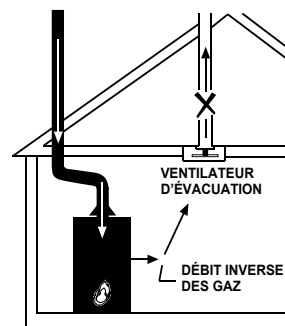

FIGURE 1C.
- Ne pas placer le chauffe-eau près d'un appareil créant de la circulation d'air. Ce type d'appareil, p. ex., ventilateur d'évacuation, système de ventilation, sècheuse, foyer, etc., peut affecter le fonctionnement du chauffe-eau. Il faut accorder une attention particulière aux conditions créées par les appareils de ce type. L'inversion du débit de gaz de combustion peut faire monter le volume de monoxyde de carbone dans l'habitation (Figure 1C).